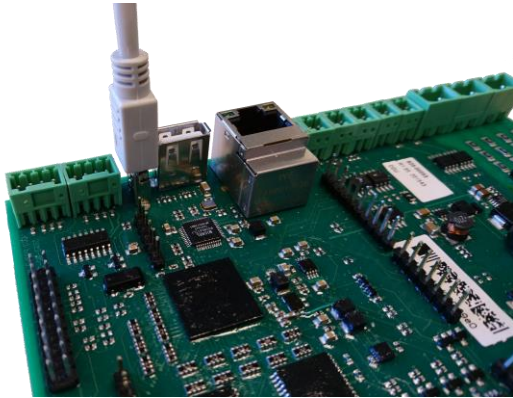

Abbildung 1.1 In die CCU eingesetzter USB-Stecker
2. Den Mini-B-USB-Stecker in das CCU-Board einsetzen, siehe Abbildung 1.1.